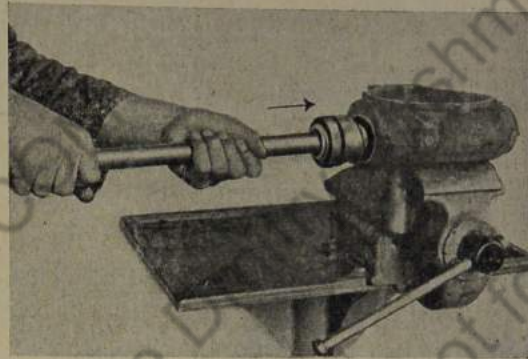

Bild 582: Lenkschnecke in das Lenkgehäuse einsetzen
3. Lenkrohr mit Lenkschnecke in das Lenkgehäuse einsetzen (Bild 582).